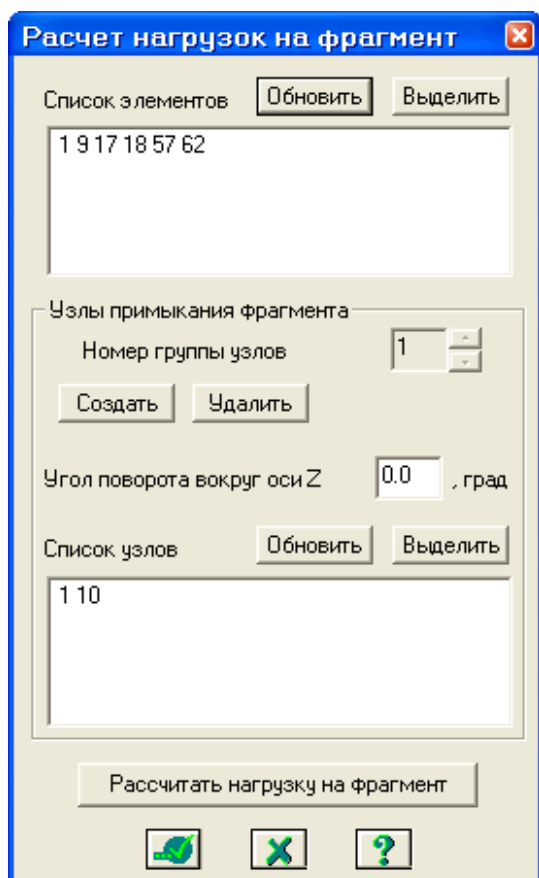

Рис.5.29. Диалоговое окно Расчет нагрузок на фрагмент
- В диалоговом окне **Расчет нагрузок на фрагмент** (рис.5.29) задайте следующие параметры: